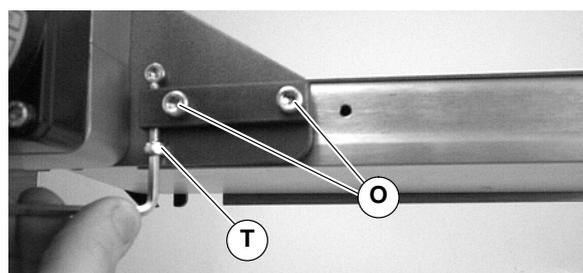

Abbildung 9
11. Zahnriemen-Spannschraube (T siehe Abbildung 9) mit 1,7 Nm festziehen.